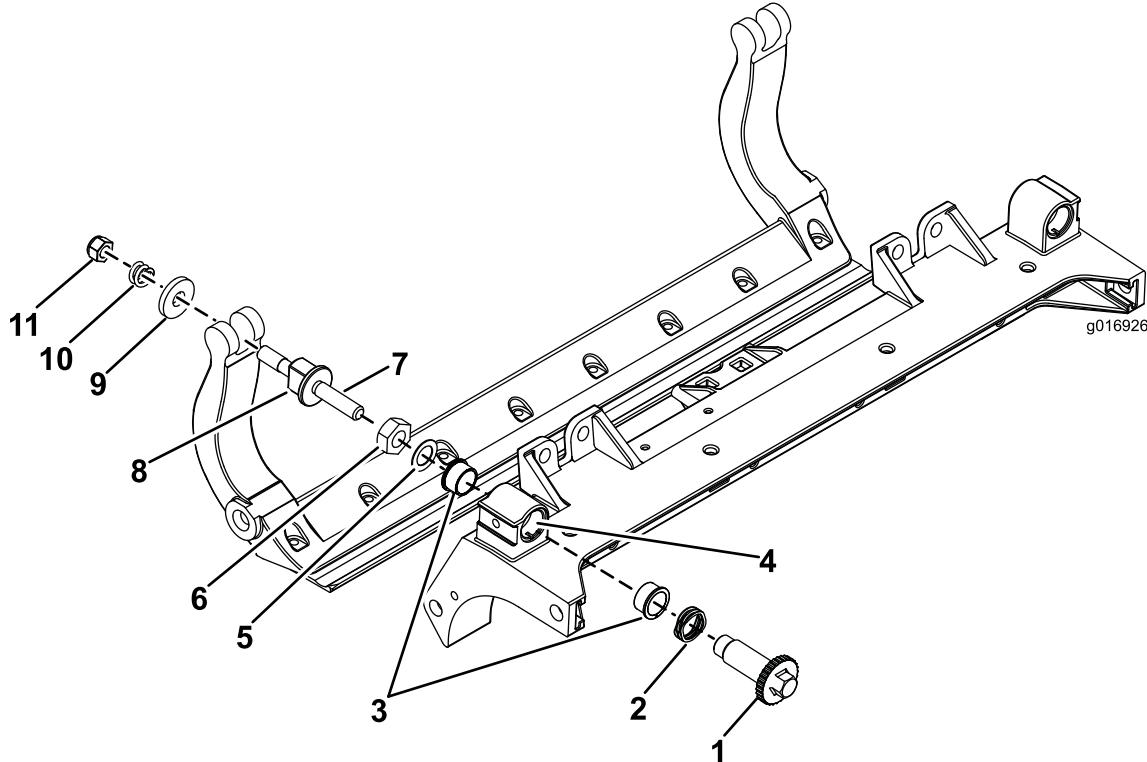

Bild 28
1. Entfernen Sie alle Teile (siehe *Installationsanleitung* für das HD-DPA-Kit und Bild 28).
2. Tragen Sie ein Mittel zur Vermeidung des Festfressens innen im Büchsenbereich am mittleren Schneideeinheitrahmen auf (Bild 28).
3. Fluchten Sie die Keile an den Flanschbüchsen mit den Schlitten im Rahmen aus und setzen Sie die Büchsen ein (Bild 28).
4. Legen Sie eine Wellenscheibe auf die Einstellerwelle und schieben Sie die Welle auf die Flanschbüchsen im Schneideeinheitrahmen (Bild 28).
5. Befestigen Sie die Einstellerwelle mit einer Flachscheibe und einer Sicherungsmutter (Bild 28).
12. Legen Sie eine Stahlscheibe außen auf jede Nylonscheibe (Bild 28).
Hinweis: Die Scheiben innen können einen Abstand aufweisen (Bild 28).
15. Ziehen Sie die Mutter an jedem Untermesserträgereinsteller an, bis die Druckfeder ganz zusammengedrückt ist, lösen Sie die Mutter dann um eine halbe Umdrehung (Bild 28).